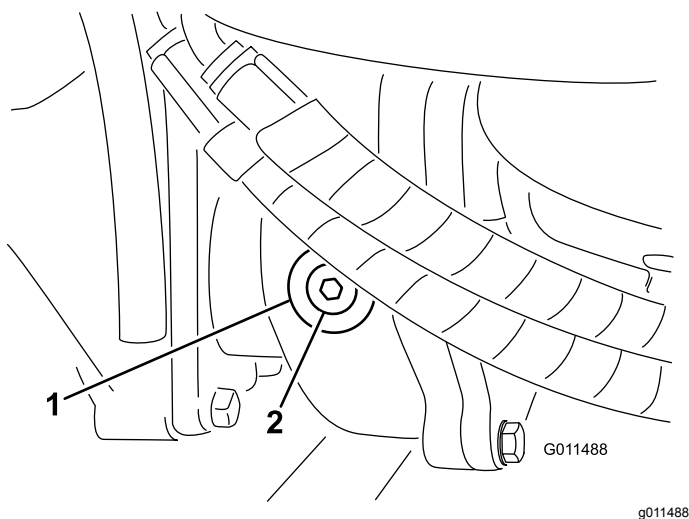

Figura 60
2. Retire el tapón de verificación/llenado del lado izquierdo de la caja de engranajes y asegúrese de que el lubricante llega al borde inferior del orificio (Figura 60).